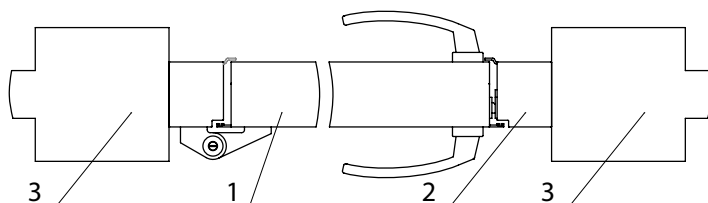

Рис. 43. Калитка (встроенный тип монтажа, вид открывания внутрь, направление открывания влево):
- встроенный монтаж, открывание внутрь (рис. 43);